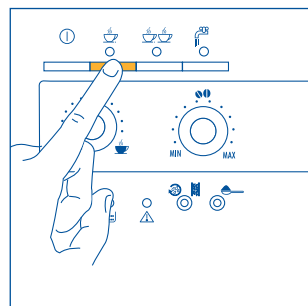
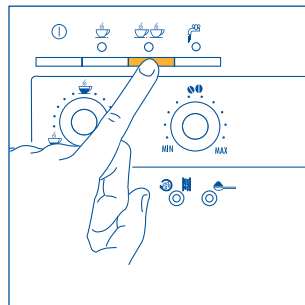

Fig. 12
Fig. 13
- 5) Appuyez sur la touche  (fig. 12) si vous désirez faire un café ou sur la touche   (fig. 13) si vous désirez faire 2 cafés. *La machine va maintenant moudre les grains et exécuter une brève pré-infusion avant de compléter la sortie de café dans la tasse.*
NOTA 4: pendant que la machine fait le café, vous pouvez interrompre la sortie à tout moment en appuyant sur la touche ☺ (fig. 12) ou ☺☺ (fig. 13) précédemment sélectionnée.
NOTA 5 : dès que le café a fini de couler, si vous souhaitez augmenter la quantité, il suffit de maintenir la pression sur la touche ☺ (fig. 12) ou ☺☺ (fig. 13) précédemment sélectionnée jusqu'à obtenir la quantité désirée (cette opération doit être exécutée dans les 3 secondes après que le café a fini de sortir).